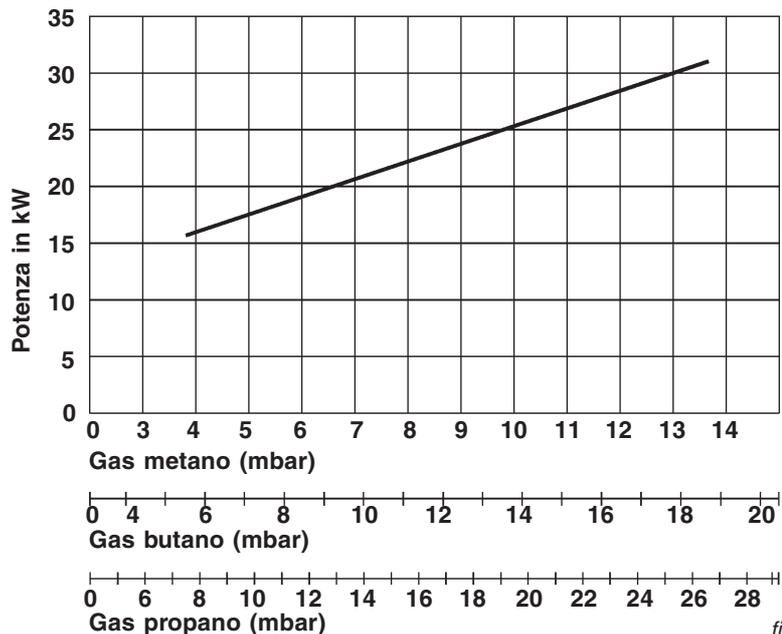

fig. 24
- Verificare il valore di pressione e, tramite il grafico (fig. 24), verificare se la potenza erogata dal generatore è corretta rispetto al fabbisogno dell'installazione;